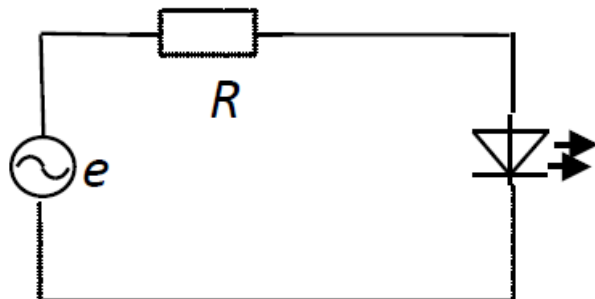

Рис.1
1. В схеме рис.1 действующее значение напряжения источника питания $E=10\text{ В}$; величина ограничивающего сопротивления $R=1\text{ кОм}$; Параметры схемы замещения диода: $r_i=2\text{ Ом}$; $E_0=0,7\text{ В}$.